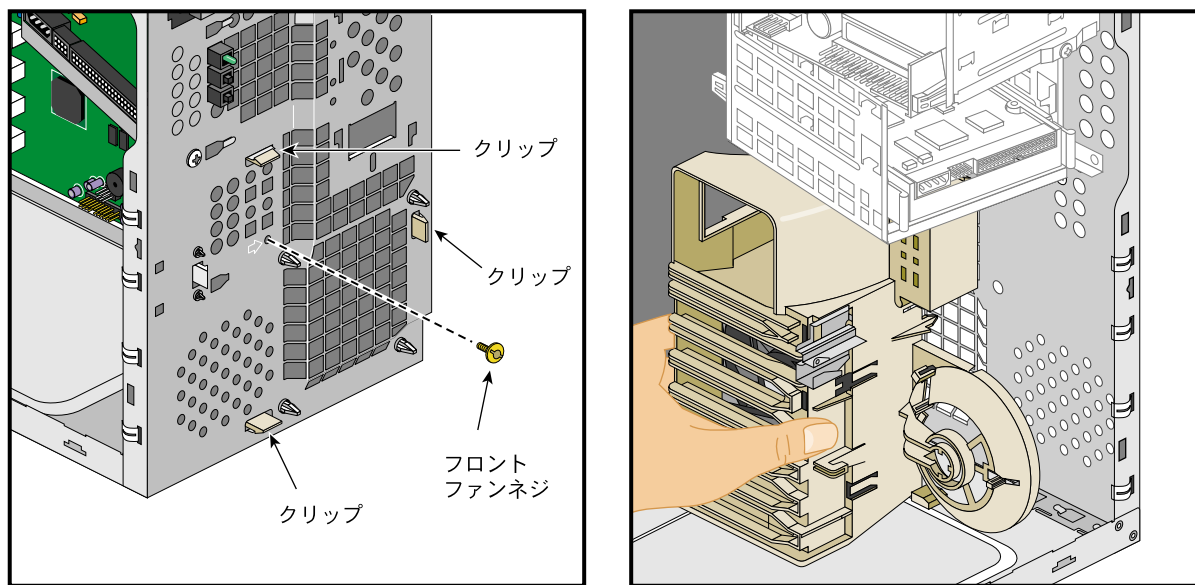

図2-21 フロントファンのネジとクリップの取り外し
5. 図2-21に示すように、本体内部のファンのプラスチックフレームを持ちながら3個の固定クリップを1個ずつ押して外します。